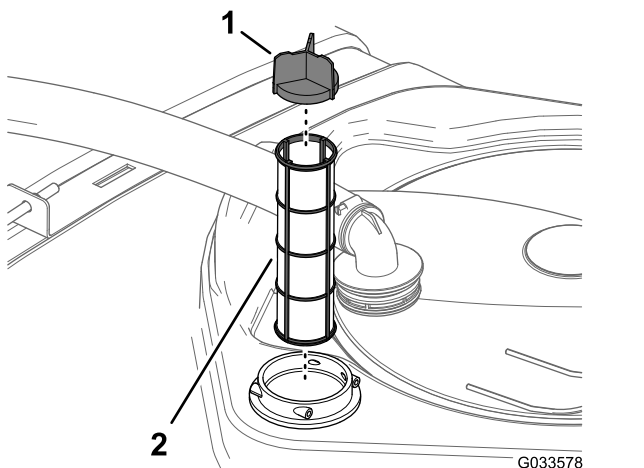

Figura 96
4. Rimuovete il vecchio filtro di aspirazione dall'alloggiamento del filtro nel serbatoio (Figura 96).